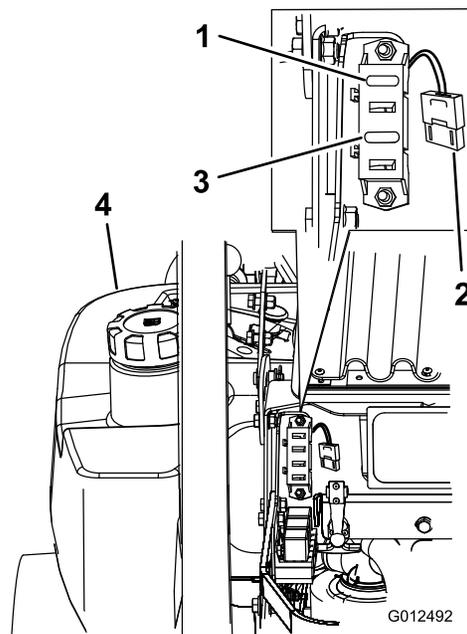

Figura 56
1. Sbloccate il cofano del motore ed alzate lo per accedere al portafusibili (Figura 56).
3. Montate un fusibile nuovo (Figura 56).